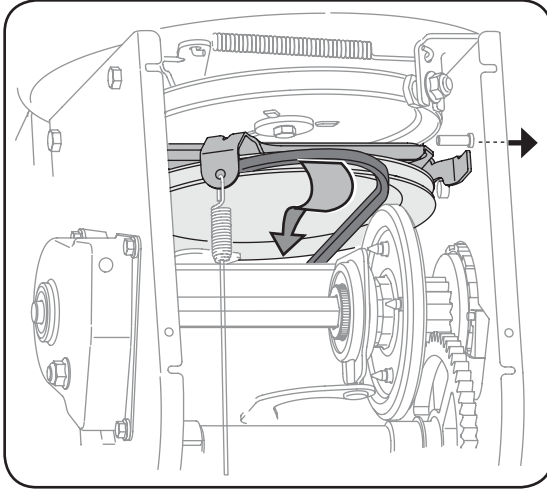

Figure 6-10
7. Dégagez la courroie de transmission de la poulie et de l'espace entre la roue de frottement et le disque de la roue de frottement. Voir la Figure 6-10.